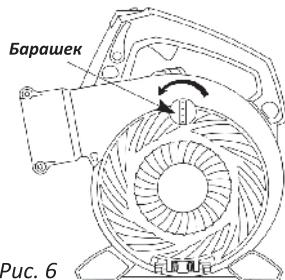

Рис. 6
1. Крутите барашек против часовой стрелки до того как он полностью открутится (Рис. 6).